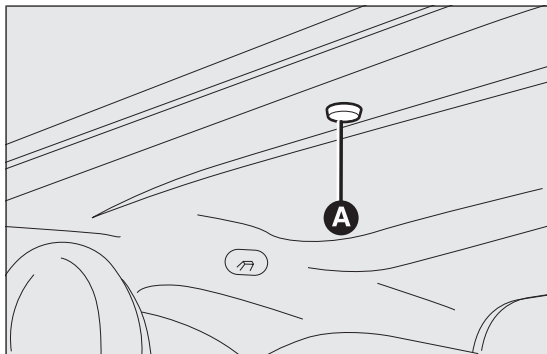

РИС. 64
- снять защитную крышку А РИС. 64 из гнезда для ручного управления, которое находится на внутренней облицовке сзади солнцезащитной шторки